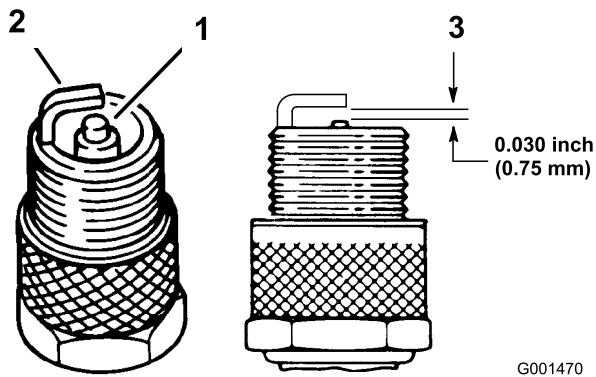

Bild 36
- Prüfen Sie den Zustand der Seitenelektrode, der zentralen Elektrode und der Isolierung um die zentrale Elektrode, um sicherzustellen, dass nirgendwo Defekte aufgetreten sind (Bild 36).
- Stellen Sie den Abstand zwischen der Mittel- und der Masselektrode auf 0,762 mm ein (Bild 36). Schrauben Sie eine Zündkerze mit korrektem Elektrodenabstand in den Zylinderkopf ein und ziehen sie auf 20 Nm fest.